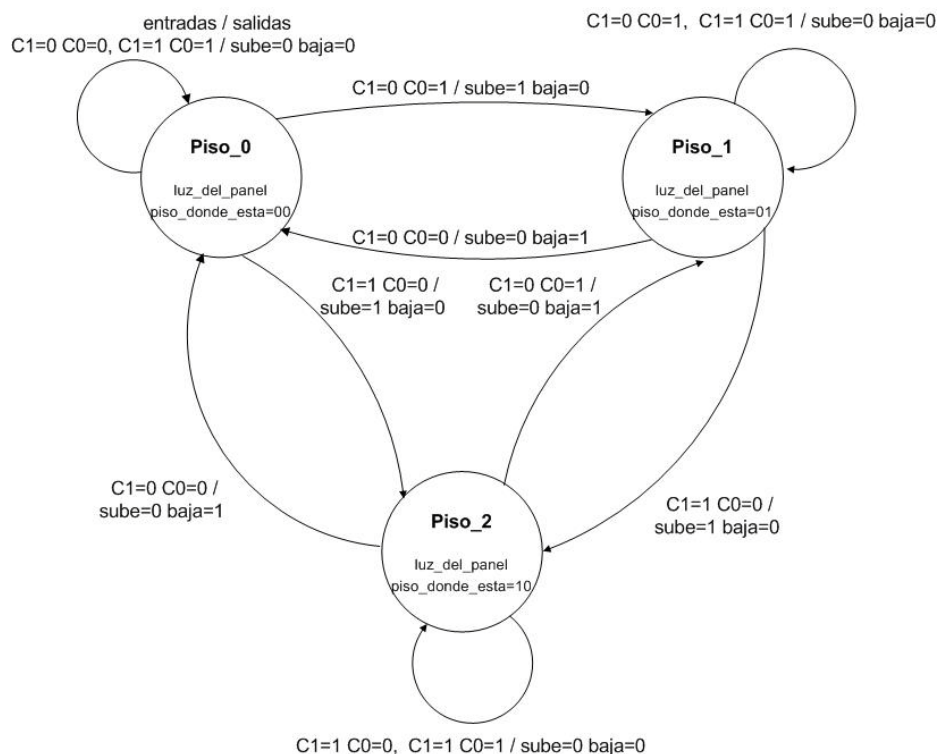

Figura 2. Diagrama de estados de la FSM
- Tarea-1:** Transformar el diagrama de estados de la Figura 2 a su diagrama ASM.
**Tarea-1:** Realizar el diagrama ASM del diagrama de estados de la Figura 2.